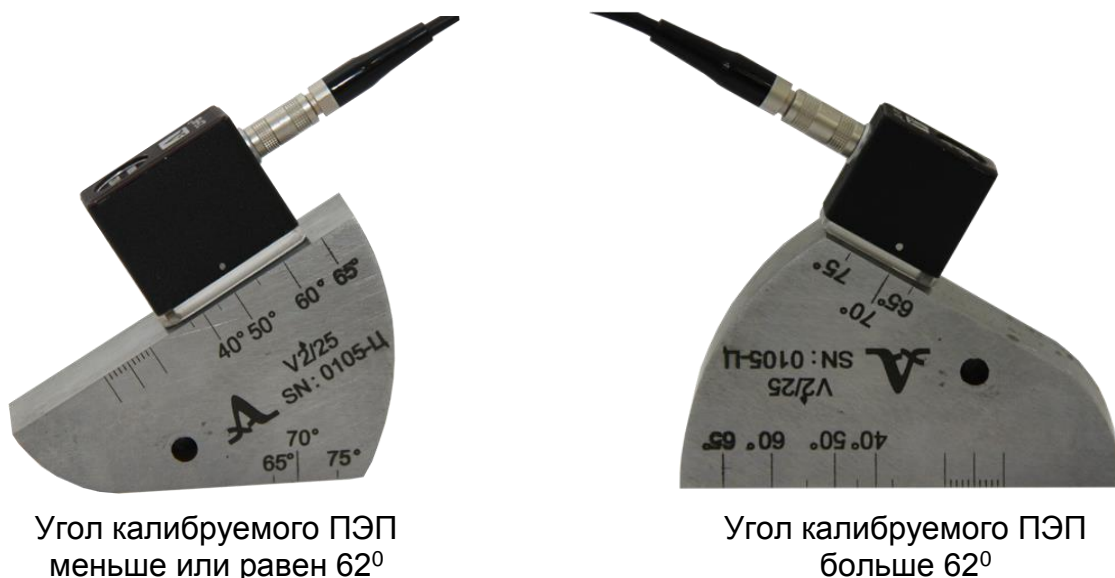
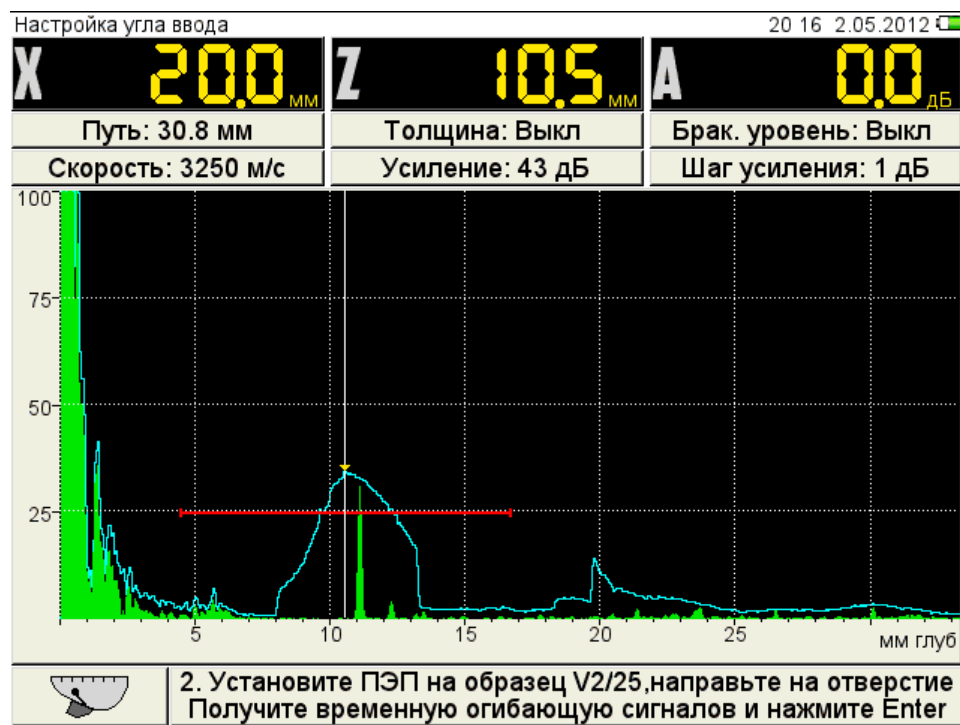

Рисунок 11
Рисунок 12
– просканировать отверстие в образце (рисунок 11), получить временную огибающую сигналов (рисунок 12) и нажать клавишу  ;